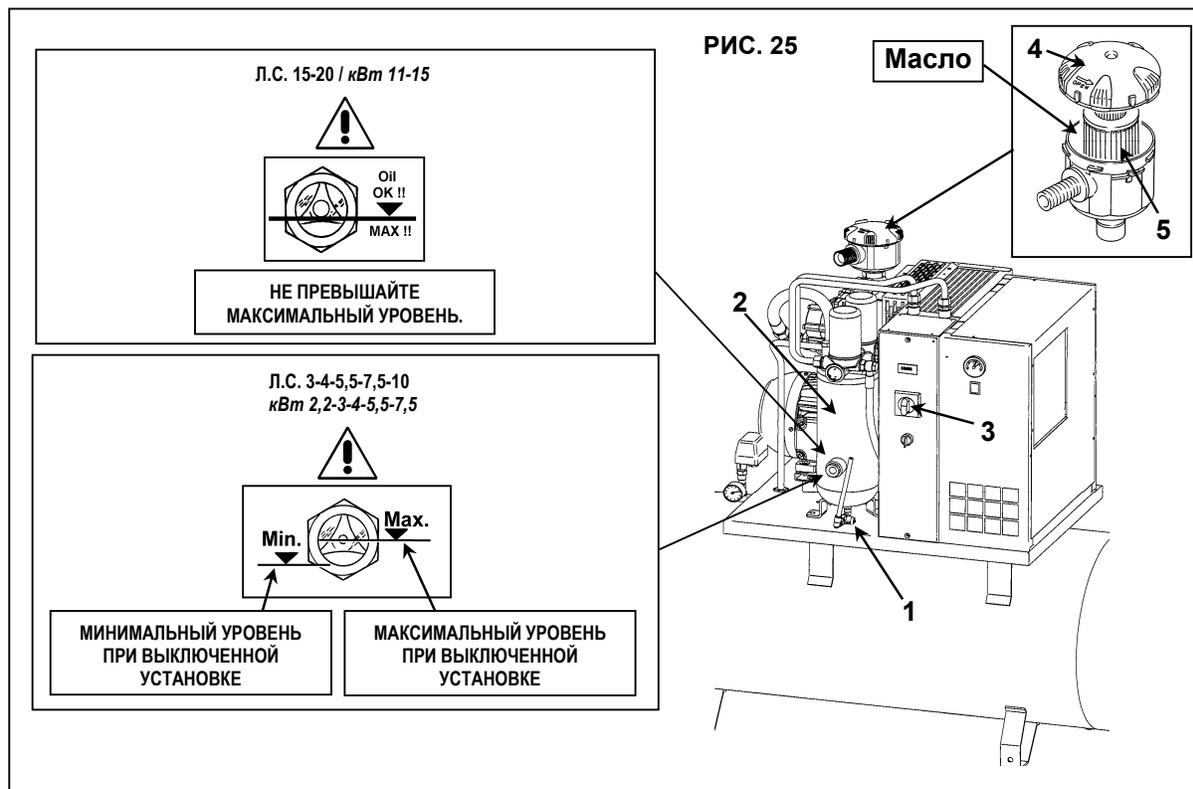

РИС. 25
После слива старого масла из установки, поз. 1, Рис. 25.
- Полностью заполните масляный коллектор, поз. 2, Рис. 25 до отметки уровня
- Через одну минуту выключите установку, переведя разъединитель, поз. 3, Рис. 25, в положение "OFF".